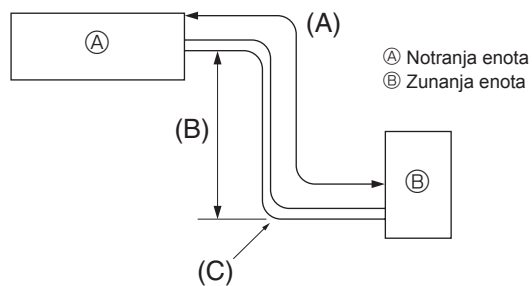

Fig. 5-1
5.1. Cev za hladilno sredstvo (Fig. 5-1)